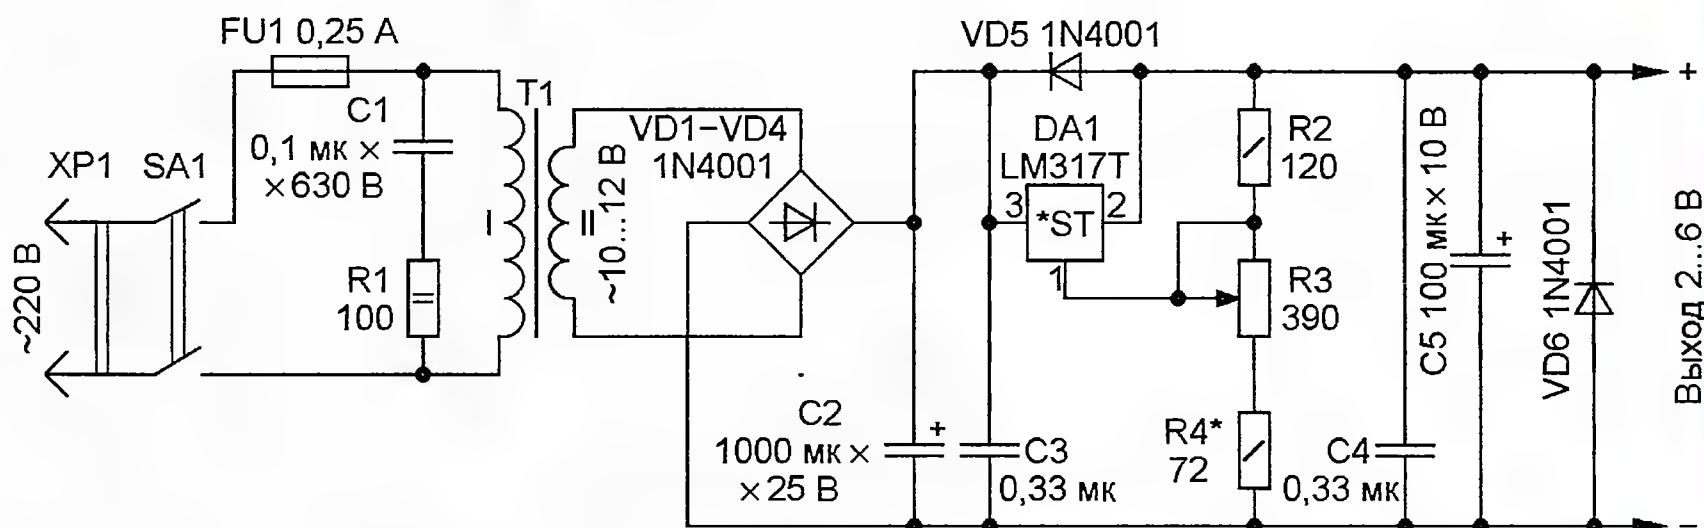

Рис. 2
Раздельная регулировка амплитуды прямых и инверсных импульсов может быть неудобна при проведении некоторых измерений. Чтобы осуществить совместную регулировку амплитуды, применено регулируемое напряжение питания. Его вырабатывает блок, схема которого показана на **рис. 2**. Напряжение сети через выключатель SA1 и плавкую вставку FU1 поступает на первичную обмотку (I) сетевого трансформатора Т1. Переменное напряжение 10...12 В со вторичной (II) обмотки трансформатора Т1 выпрямляет диодный мост VD1—VD4 и сглаживает конденсатор С2. На микросхеме DA1, включённой по типовой схеме, собран стабилизатор напряжения, которое переменным резистором R3 можно регулировать в пределах 2...6 В. Выходное напряжение $U_{\text{вых}}$ вычисляют по формуле
Все постоянные резисторы — МЛТ, переменные — СП-1А с номинальной мощностью 1 Вт. Оксидные конденсаторы — алюминиевые, неполярные конденсаторы — плёночные или керамические. В буферном усилителе (см. рис. 1) диоды 1N4148 можно заменить на 1N914 или другие аналогичные. В блоке питания (рис. 2) вместо диодов 1N4001 (VD1—VD6) можно применить 1N4002—1N4007 или КД243А—КД243Ж. Микросхема стабилизатора напряжения LM317T